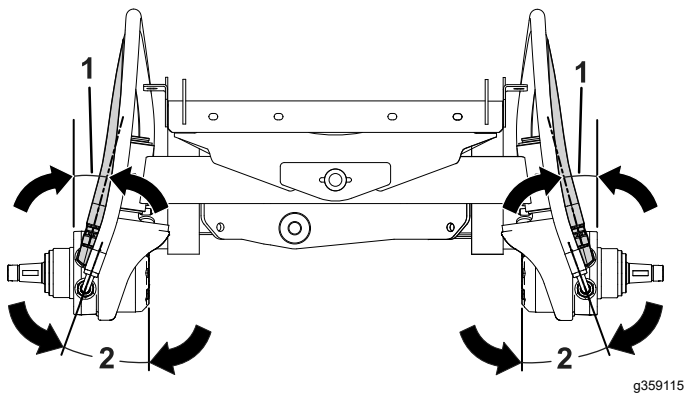

図 12
4. 90° エルボフィッティングは、**図 12** のように 15° の角度に調整する。
8. 90° エルボフィッティングは、図 12 のように 20°
注 各フィッティングの角度を図 12 のように維持